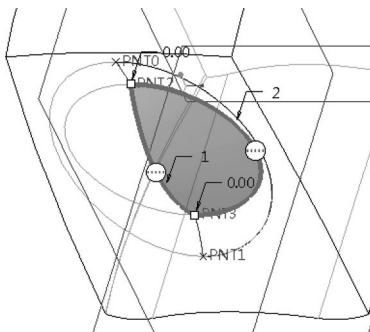

图 12-106 指定第一方向链
2) 结合 <Ctrl> 键选择两条边线作为第一方向链, 如图 12-106 所示。